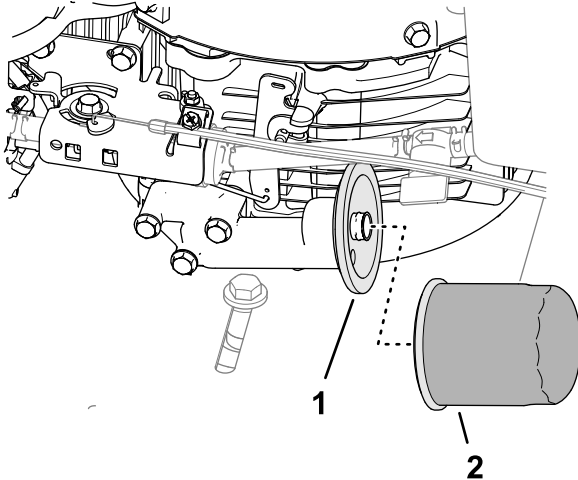

Figura 33
3. Retire el filtro del adaptador del filtro de aceite (Figura 33).